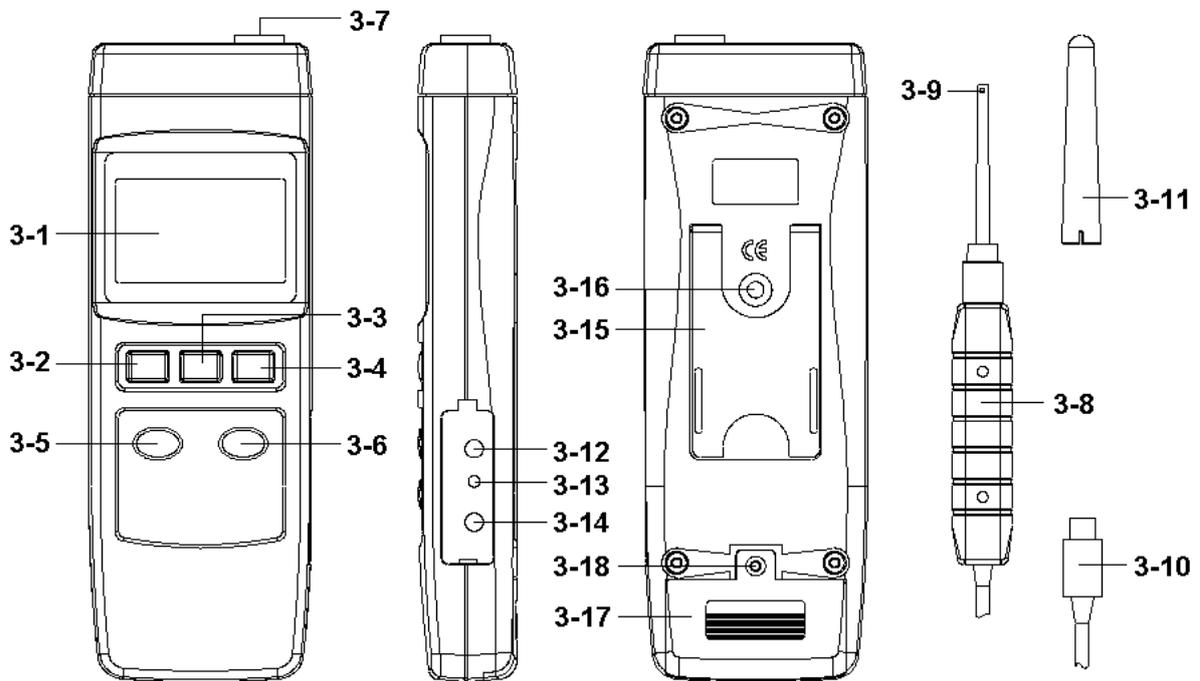

Abbildung 1
- 1) Schalten sie das Messgerät mit der „Power Taste“ (3-2, Abb. 1) ein.
- 2) Drücken sie die „Mode Taste“ (3-6, Abb. 1). Das Display zeigt folge Sequenz an:
\* Befestigen sie den Sensor vor der Messung in einer bestimmten Position. Halten sie die „Zero Taste“ (3-5, Abb. 1). Das Display zeigt gleichzeitig den Wert „0“ an.
Wenn sie während einer Messung die „Hold Taste“ (3-3, Abb. 1) einmal betätigen, wird der gemessene Wert eingefroren und mit einem „HOLD“ Symbol angezeigt.
\* Die Data Record Funktion speichert das Maximum und Minimum einer Messung. Drücken sie die „REC Taste“ (3-4, Abb.1) einmal um die Data Record Funktion zu starten und es wird ein „REC“ Symbol auf dem Display angezeigt.
Halten Sie die „SET Taste“ (3-6, Abb. 1) für mind. 2 Sekunden gedrückt um ins „Erweiterte Einstellungen“ (Advanced Setting) Menü zu gelangen. Zum Auswählen der drei möglichen Funktion drücken sie die „SET Taste“ erneut. Das Display zeigt folgende Funktionen an:
Während das Gerät eingeschaltet ist, drücken sie die „Reset Taste“ (3-13, Abb. 1) mit einem spitzen Gegenstände (Nadel o.ä.) für einen Moment und das System wird zurückgesetzt. Sollten sie das System neugestartet haben werden die „Erweiterten Einstellungen“ auf die Standartwerte zurückgesetzt.
Das Messgerät hat eine RS232 Schnittstelle via 3,5 mm Klinkenstecker (3-12, Abb. 1). Der Datenausgang ist ein 16 Stellen Datenübertragung, welche für benutzerspezifische Anwendungen genutzt werden kann. Ein RS232 Anschluss mit der folgenden Belegung wird benötigt um das Gerät mit einer seriellen Schnittstelle am PC zu verbinden.